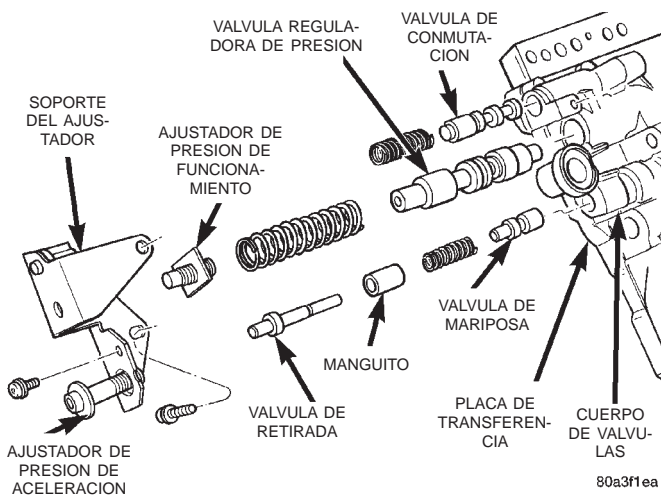

Fig. 40 Desmontaje del tornillo de ajuste, los muelles y la válvula
(1) Retire los tornillos que fijan el soporte del tornillo de ajuste al cuerpo de válvulas y la placa de transferencia. Sostenga firmemente el soporte contra la fuerza del muelle mientras retira el último tornillo.
(2) Retire el soporte del tornillo de ajuste y el tornillo de ajuste de la presión de funcionamiento (Fig. 40).
(3) Retire del cuerpo de válvulas la válvula conmutadora y el muelle, la válvula del regulador de presión y el muelle, la válvula de retirada y el muelle y la válvula de mariposa (Fig. 40).